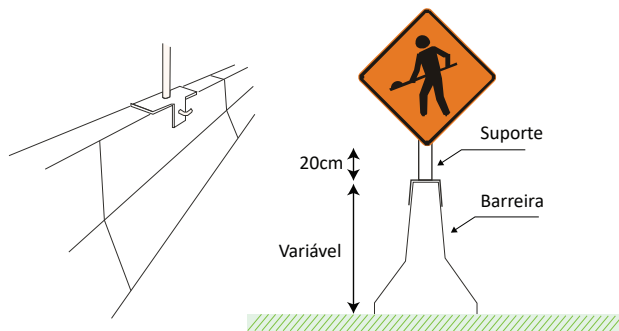

Figura 15 - Suporte tipo jacaré
**a) Para New Jersey:** Suporte tipo jacaré, conforme Figura 15. Observar a largura da faixa de segurança presente no local da intervenção para que esta solução não avance na pista de rolamento.